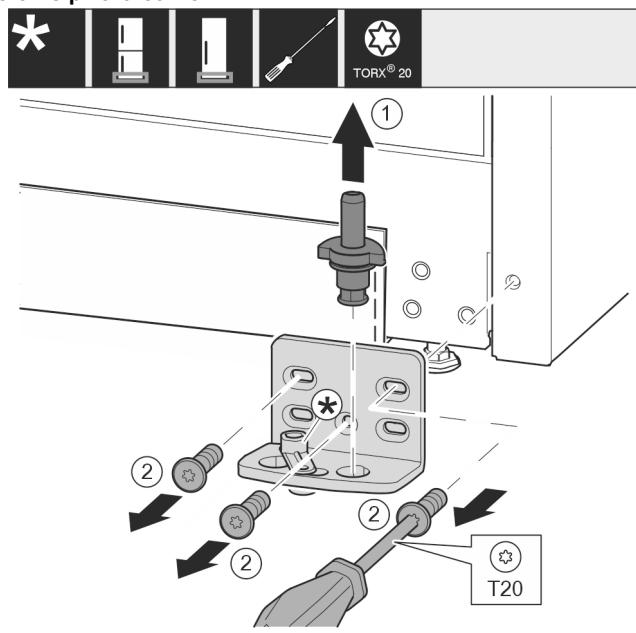

Fig. 10
- Visiškai ištraukite atraminius varžtus i viršų. Fig. 10 (1)
► Išsukite varžtus atsuktuvu T20 ir nuimkite atraminę gembę. Fig. 10 (2)